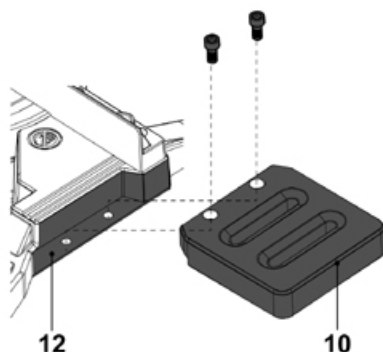

Fig. 3
- > Solte e remova os parafusos da base (12) com a chave hexagonal (5 mm) (33).
- > Alinhe os orifícios na extensão da mesa (10) com os orifícios na base (Fig. 3).